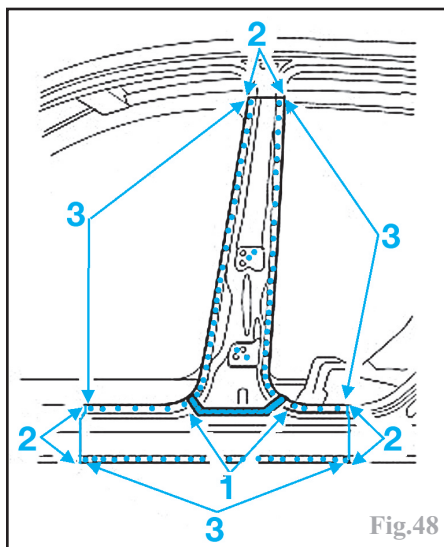

Fig.48
Appliquer de la colle monocomposant sur l'élément insonorisant (1) (NVH), soudage en cordon continu (2) sous protection gazeuse et par résistance par points (3) (Fig.48)